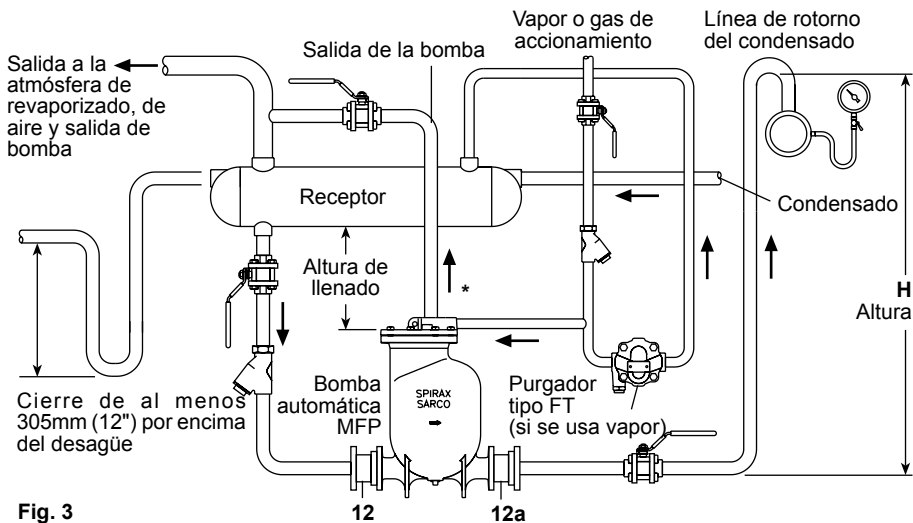

Fig. 3
2. Para evitar que el equipo se anegue durante la fase de descarga de la bomba, debe instalarse un receptor atmosférico o una tubería de retorno en un plano horizontal delante de la bomba, como se muestra en la Fig 3. Para dimensionar adecuadamente el receptor / depósito, ver las tablas 1 y 2 en la página 13. Todos los accesorios de la línea de entrada deben ser de paso total.
3. Conectar las válvulas de retención (12) y (12a) a la bomba, asegurándose de que el flujo a través de las válvulas siga la dirección correcta. Para conseguir un mejor funcionamiento, el recorrido de la tubería horizontal inmediatamente delante de la válvula de retención de entrada y después de la válvula de retención de descarga debe mantenerse en un mínimo. Conecte la descarga al conducto de retorno o a cualquier otro punto de la instalación. El par de apriete de los tornillos de las bridas de entrada y salida se ajusta a 76-84Nm (56-62 lb/ft).